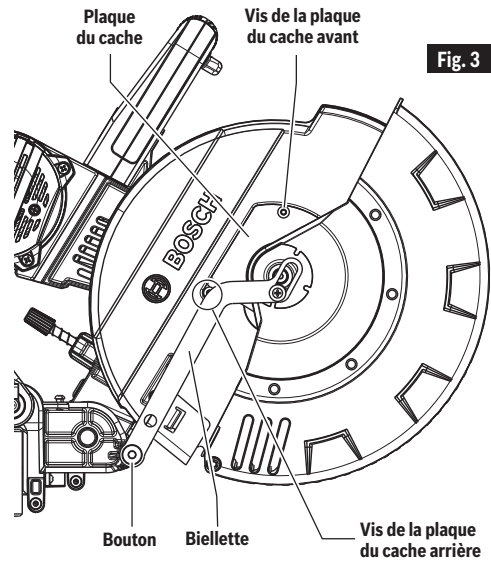

Fig. 3
1. Positionnez la scie dans la position du haut (UP) et à un angle de biseau de 0°. Si elle est dans la position du bas (DOWN), appuyez légèrement sur l'ensemble de tête de la scie et retirez le goujon de verrouillage de l'ensemble de tête (article 43, page 72) ; puis laissez la tête de la scie remonter (voir Figure 3) ;